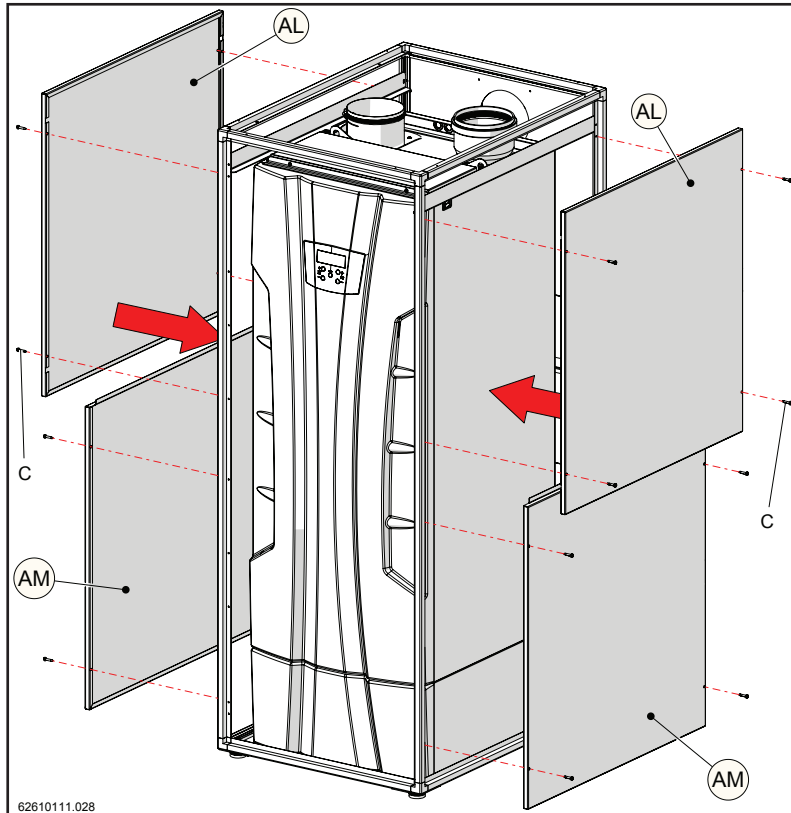

Figura 12-23
- 11.- Collocare le coperture laterali (AM) (prima) e (AL) (poi), fissando le stesse alla struttura con le viti "C" (figura 12-23).